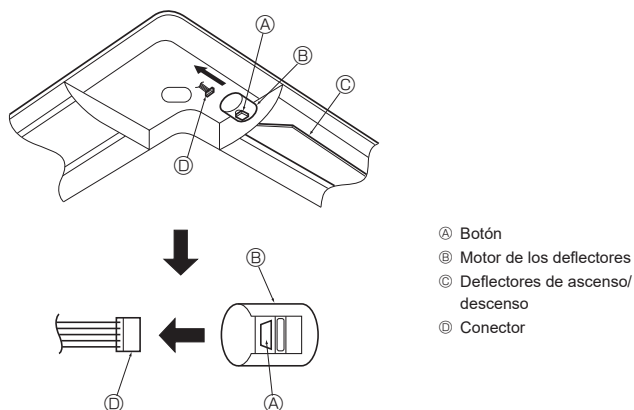

Fig. 10-16
10.5. Bloqueo de la dirección del flujo de aire de ascenso/descenso (Fig. 10-16)